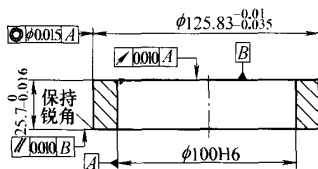

图 2 专用测量具增生示意图
(1) 专用测量具设计必须遵循量检具公差带为所控制公差带 30% 的原则。
(2) 专用测量具的设计必须根据具体图示要求、权衡各尺寸要求确定其公差值, 经探讨确定了其公差值, 如图 2 所示。